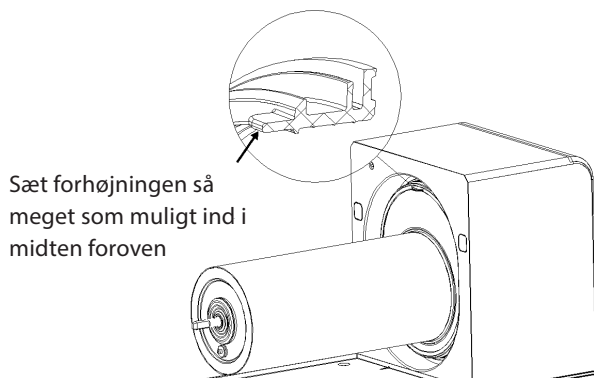

Fig.16
4. Sæt tætningsringen på frysebeholderen på det bagerste sæde. Du skal være opmærksom på, at siden med den store diameter skal vende mod bagvæggen, og positionen, som stikker ud, skal flugte med den øverste midte så meget som muligt (som vist i fig. 16).